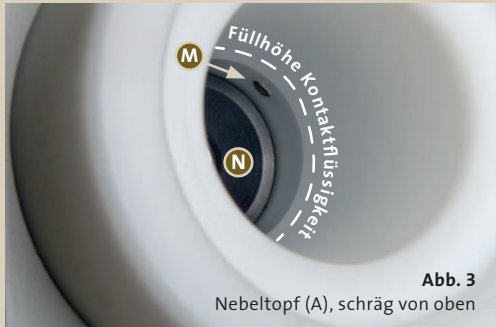

Abb. 3
- 1.2 Nebeltopf (A) bis 0,5 cm über den Elektroden (M) (Abb. 3 + 4) mit Kontaktflüssigkeit (L) (Abb. 3 + 4) befüllen.
**Kalkablagerungen vermindern die Nebelleistung des Schwingerkristalls (N), deshalb den Nebeltopf (A) nach Bedarf entkalken.**
- 8.1 Nebeltopf bis über beide Elektroden (s. Abb. 3) mit Speiseessig oder maximal 5%iger Essigsäure befüllen. Je nach Verkalkung länger oder kürzer einwirken lassen. Mindestens jedoch 2 Stunden.